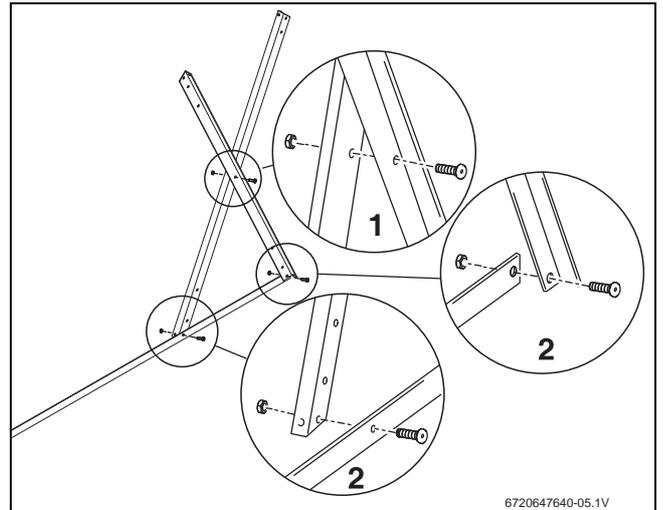

Fig. 17 Aparafusar os perfis de suporte
- ▶ Aparafusar no centro dois perfis de suporte do acumulador em cruz (Fig. 17, [1]) e montar o perfil de suporte inferior [2], de modo a que a superfície colocada no chão se encontre virada para dentro.